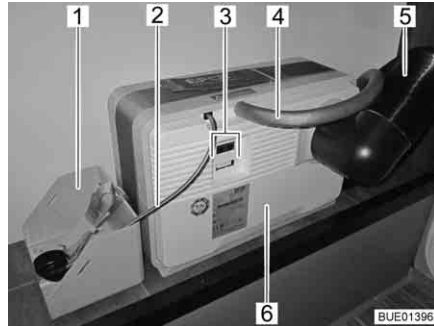
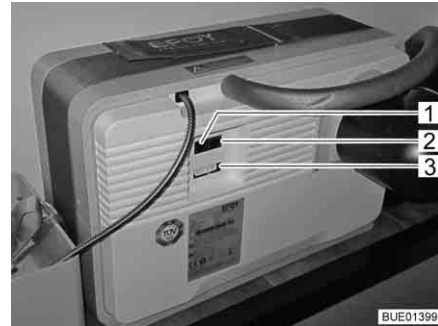
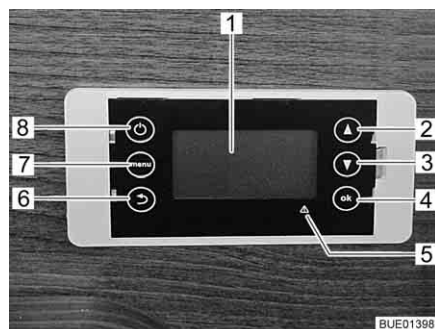

Fig. 137 Pila a combustibile con cartuccia del serbatoio
Fig. 138 Campo di collegamento pila a combustibile
Fig. 139 Centralina di controllo per pila a combustibile
La pila a combustibile è composta da diversi componenti che sono montati nel gavone di coda (Fig. 137) e da una centralina di controllo (Fig. 139) posto nel vano abitabile.
Sulla pila a combustibile (Fig. 137,6) si trovano:
- il collegamento per il tubo di scarico (Fig. 137,4) o l'apertura di rifornimento per il fluido di servizio
- il condotto del calore disperso (Fig. 137,5)
- collegamenti elettrici (Fig. 137,3) con interfaccia dati (Fig. 138,2), collegamento dell'apparecchio (Fig. 138,3) e collegamenti per il pannello di controllo (Fig. 138,1)
Alla pila a combustibile appartiene una cartuccia del serbatoio che viene collegata tramite il relativo collegamento (Fig. 137,2) alla pila a combustibile (Fig. 137,6).
La cartuccia del serbatoio è fissata al rispettivo supporto (Fig. 137,1).
La pila a combustibile carica automaticamente le batterie del vano abitabile non appena la loro tensione scende sotto i 12,3 V e la pila a combustibile viene attivata tramite il tasto On/Off (acceso/spento) (Fig. 139,8).
Il display (Fig. 139,1) della centralina di controllo è a quattro righe.
Il tasto Menu (Fig. 139,7) consente di richiamare il menu principale:
In caso di guasti l'indicazione di guasto in rosso (Fig. 139,5) si accende e sul display viene visualizzato un avviso. L'avviso contiene un codice di errore e indicazioni sulle possibili soluzioni del guasto.